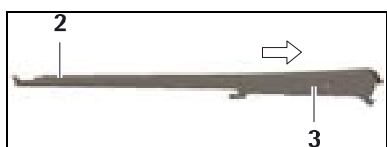

Fig. 11
- Empurre a peça deslizante 2 na direção da seta, veja a fig. 11.